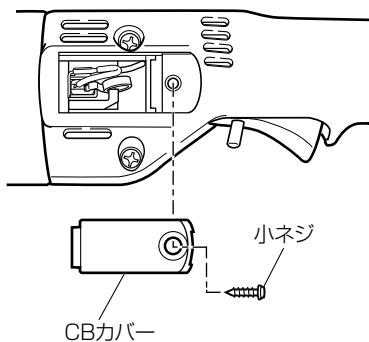

図 11
交換方法 (図 11 参照)
- (3) 前ページの図 11 を参照し、CB カバーをかぶせて、プラス小ネジを締付けます。